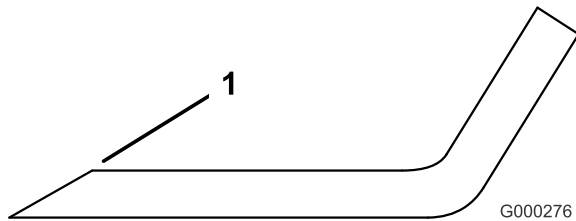

Figura 53
1. Utilice una lima para afilar el filo de corte en ambos extremos de la cuchilla (Figura 53). Mantenga el ángulo original. La cuchilla permanece equilibrada si se retira la misma cantidad de material de ambos bordes de corte.